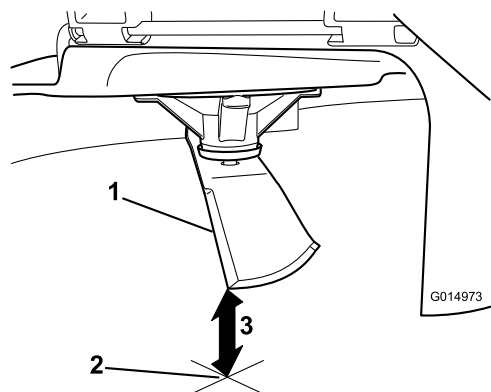

Figure 94
5. Mesurez la distance entre la pointe de la lame et la surface plane (Figure 94).